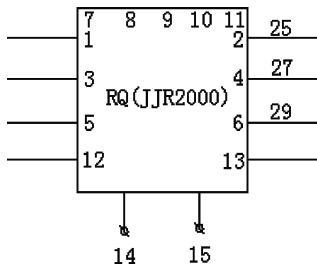

图 15-20 添加文字
(7) 单击“默认”选项卡“注释”面板中的“多行文字”按钮, 在图中的各相应接线处添加文字, 文字的高度为 6; 在矩形的中心处添加字母文字, 文字的高度为 8, 结果如图 15-20 所示。